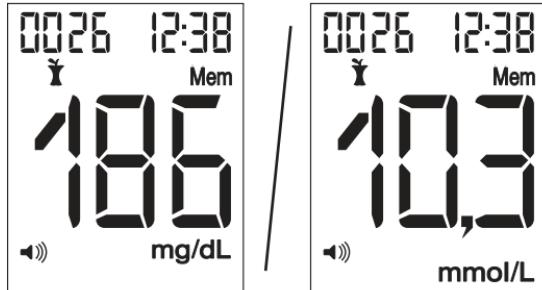
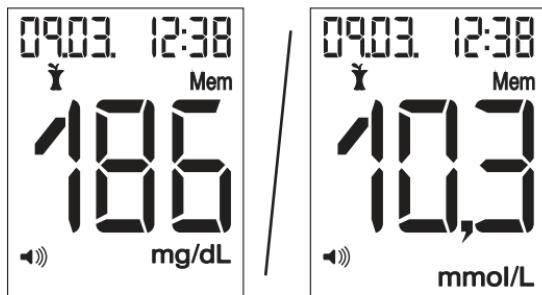

Bild 1
Bild 2
- 2 Der hinterlegte Messwert mit Messeinheit, Uhrzeit, „**“Mem”**“ und evtl. vorhandener Messwert-Markierung wird zusammen mit der Speicherplatznummer kurz angezeigt (Bild 1). Danach wird die Anzeige der Speicherplatznummer durch das Datum ersetzt (Bild 2).